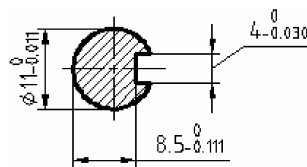

图 9-121 替代断面图中的线性尺寸
(6) 单击“注释”选项卡“标注”面板中的“更新”按钮 $\square$ ，选取断面图中的线性尺寸“8.5”，即可为该尺寸添加尺寸偏差。
(7) 方法同前，继续设置替代样式。设置“公差”选项卡中的“上偏差”为“0”，下偏差为“0.030”。单击“注释”选项卡“标注”面板中的“更新”按钮 $\square$ ，选取线性尺寸“4”，即可为该尺寸添加尺寸偏差，结果如图 9-121 所示。